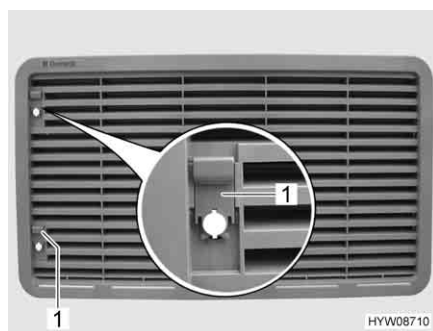

Fig. 171 Griglia di aerazione del frigorifero
- Spingere il cursore (Fig. 171,1) verso l'alto.